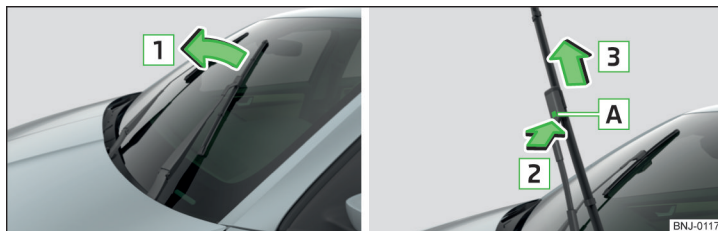

Fig. 278 Cambiar la escobilla limpiacristales del parabrisas
- › Levantar la varilla del limpiaparabrisas del cristal en el sentido de la flecha **1** » fig. 278.